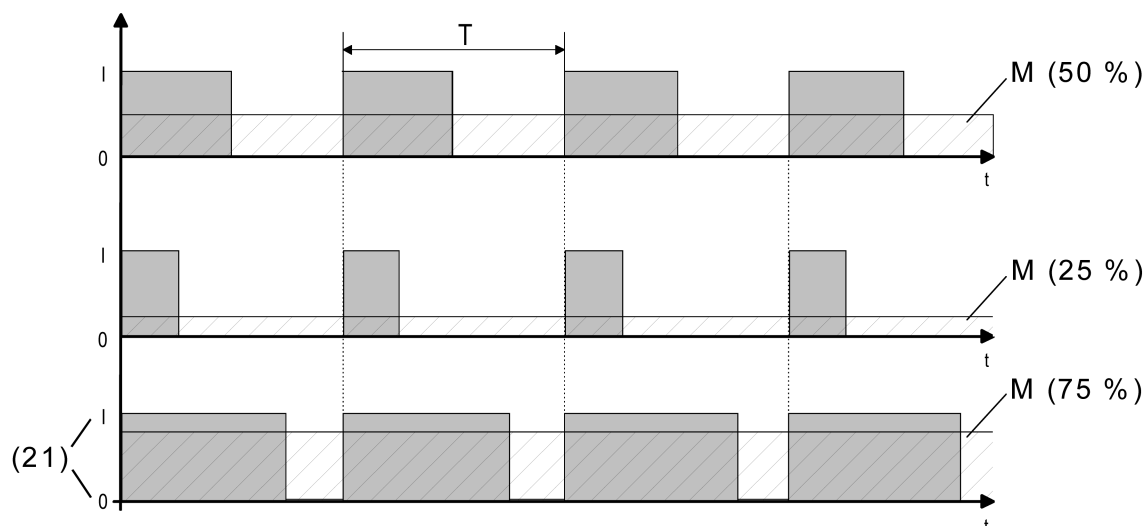

Figure 53: Modulation de largeur d'impulsion d'un signal de sortie de valve
Dès que l'actionneur de la pièce doit régler un paramètre constant ou une valeur de position de consigne de valve constante configurée dans l'ETS, il module le signal de sortie via la largeur d'impulsion d'activation. La valeur moyenne (M) du signal de sortie résultant de cette modulation (en tenant compte de la durée de cycle (T) réglable dans l'actionneur) sert de mesure pour la position de valve moyenne de la valve réglable et constitue ainsi une référence pour la température ambiante réglée (figure 53).